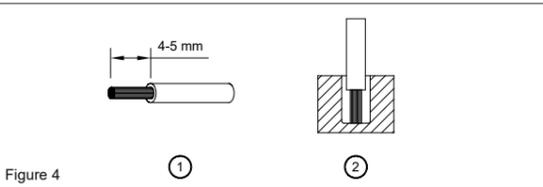

Figure 4
Um sichere und stoßfeste Anschlüsse gewährleisten zu können, sollte die Abisolierlänge 4-5 mm betragen (siehe Abb. 4 (1)). Bitte sorgen Sie dafür, dass die Kabel vollständig in die Anschlussklemmen eingeführt werden, siehe Abb. 4 (2).